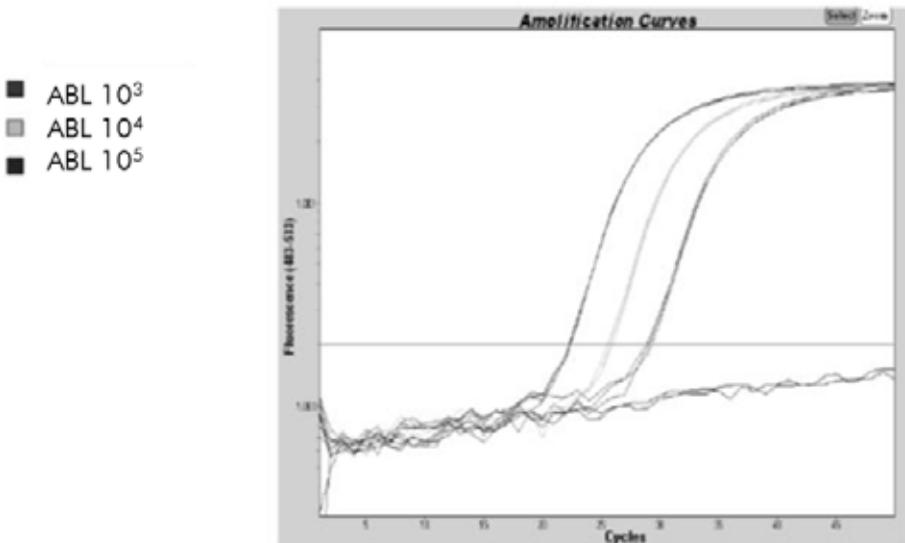

Figure 7. Détection des standards ABL (C1, C2, C3). 10³, 10⁴, et 10⁵ copies/5 µl.
En utilisant des standards ayant un nombre connu de molécules, on peut établir une courbe standard et ainsi déterminer la quantité de cible exacte présente dans l'échantillon. Les courbes standard d'*ipsogen* sont basées sur les plasmides ; nous utilisons 3 dilutions plasmidiques standard pour le gène contrôle (CG) ABL et 5 dilutions standard pour le gène de fusion (PML-RARA bcr1) afin de garantir la précision des courbes standard. Les figures 7 et 8 montrent un exemple de courbes d'amplification TaqMan obtenues à l'aide du kit *ipsogen* PML-RARA bcr1.